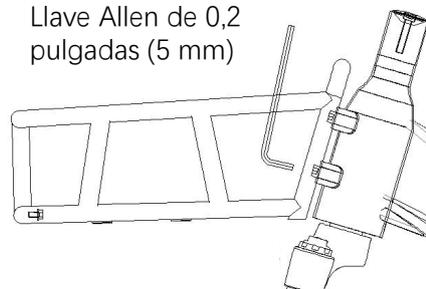

Figura 6.
2. Monte la cesta en el tubo de dirección y apriete los 4 tornillos con la llave Allen de 5 mm, como se muestra en la Figura 6.